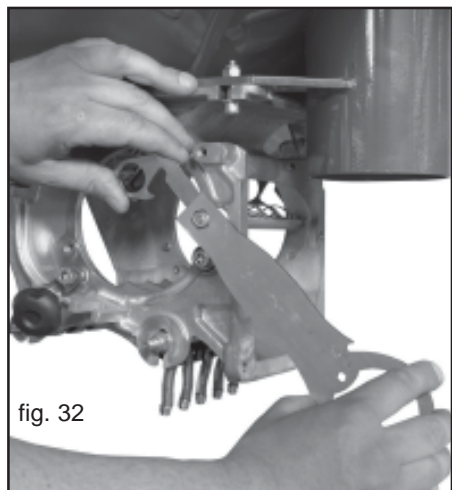

fig. 32
- 3) Aflojar las tuercas M8 (Fig. 32) con la llave multiuso en dotación.